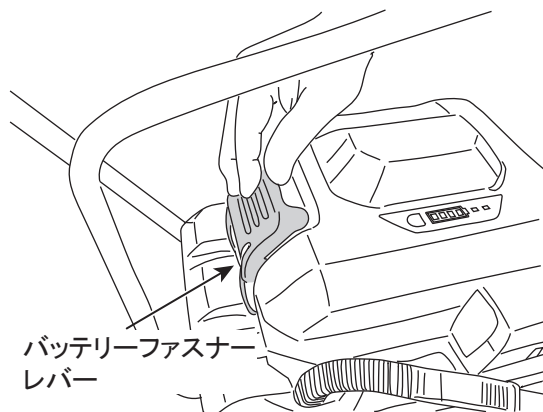

図 8
3. バッテリーファスナーレバーでバッテリーを固定し、動かないことを確認してください。(図8)